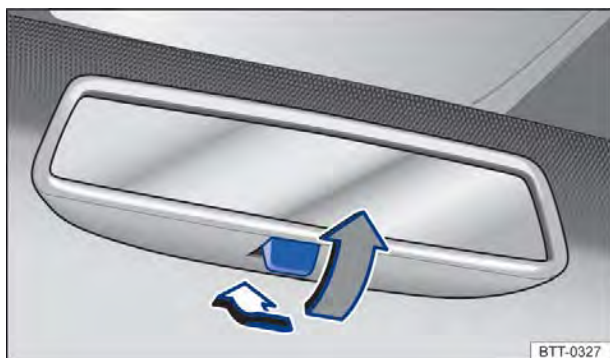

Fig. 79 Espelho retrovisor interno com antiofuscante manual.
- Para evitar o ofuscamento, puxar a alavanca para trás ⇒ Fig. 79.